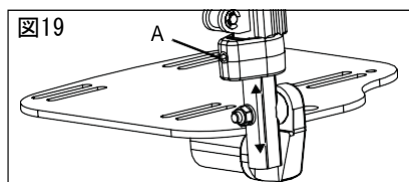

図19
1. 4mmの六角レンチで固定用ネジ (図19:A) を緩めます。